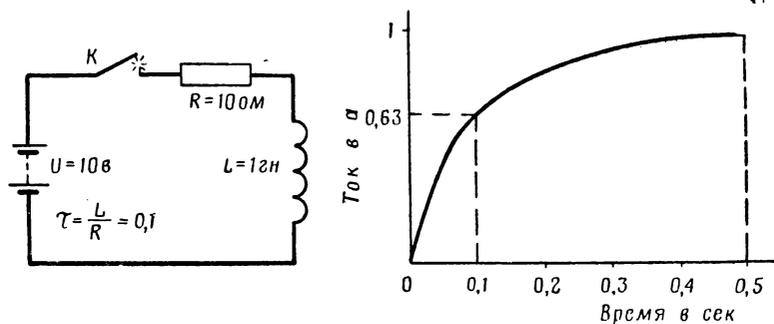

Рис. 134. Когда выключатель включается, ток нарастает от нуля до постоянной величины 1 а
такого изменения тока служит включение или выключение постоянного тока (рис. 134).
Постоянная времени цепи, изображенной на рис. 134, равна по формуле (47)
Постоянная времени выражает время, необходимое для изменения тока на 63% (в цепи рис. 134 — от 0 до 0,63 *a*). В течение времени, равного 5  $\tau$ , ток достигает постоянной величины (в данном примере 1 *a*). При выключении цепи за время  $\tau$  ток уменьшается приблизительно до 37% постоянной его величины (для нашего примера — от 1 до 0,37 *a*).